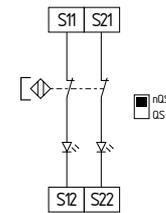

Fig. 13
**Circuito de dos canales de interruptores magnéticos de seguridad según IEC 60947-5-3 (véase fig. 13)**